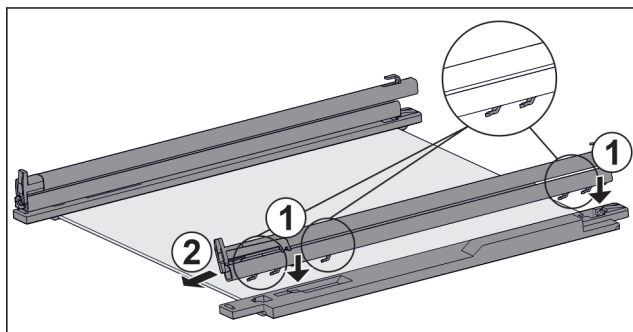

Fig. 137 带轨道和固定件的玻璃隔板
- 将轨道的挂钩放到左侧固定件的孔上。 Fig. 137 (1)
- 向前拉轨道。 Fig. 137 (2)
- 将轨道的挂钩放到右侧固定件的孔上。 Fig. 137 (1)